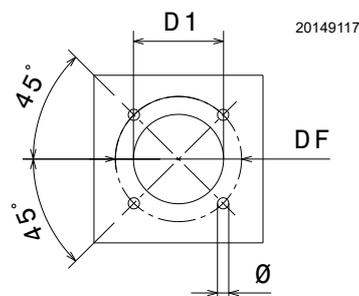

Abb. 12
Die Verschlussplatte der Brennkammer, gemäß Abb. 12 durchbohren. Die Position der Gewindebohrungen kann mit dem zur Grundausstattung gehörenden Wärmeschild ermittelt werden.
- Den gesamten Brenner in das vorher gesetzte Bohrloch des Heizkessels einpassen (Abb. 12) und mit den beige-packten Schrauben befestigen.